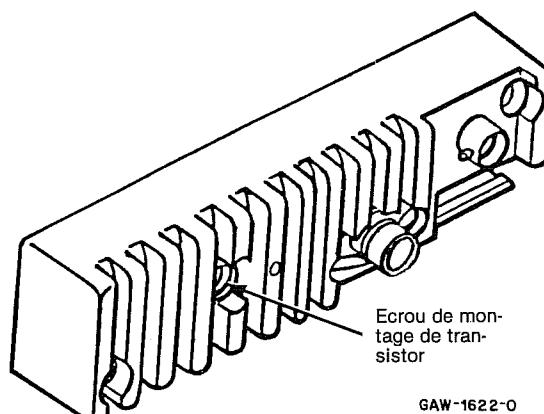

Figure 16
(2) Déserrez l'écrou de montage de l'arrière du dissipateur thermique (voir figure 16).